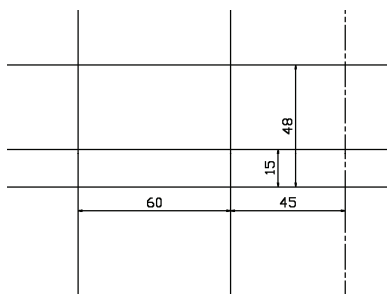

图 3-37 偏移
3) 执行“偏移”命令(o), 将竖直的线向左偏移 60, 再向右偏移 45, 将偏移 45 的线转换为粗实线。将水平的线向上偏移 15、48, 如图 3-37所示。